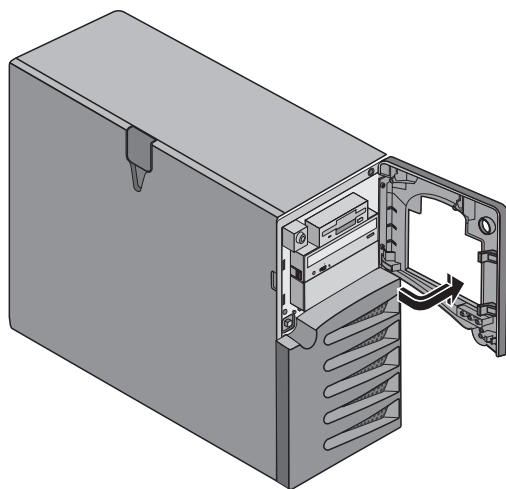

图 2-2: 上层面板 (已打开)
- 锁定装置、电源开关、系统状态指示灯和局域网状态指示灯都位于前端的上层面板上。请参阅图 2-2。
3. 在侧面板上按住该面板的凹槽，然后向右转动该面板即可将其打开。请参阅图 2-2。